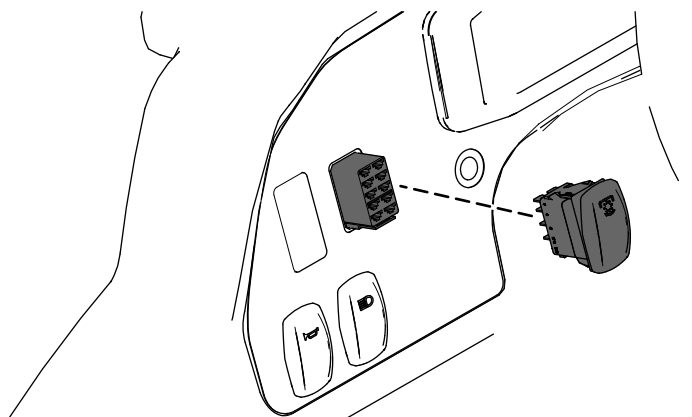

Рисунок 20
2. Найдите жгут провод с маркировкой **Высокопроизводительная гидравлика** (HIGH-FLOW HYDRAULIC) с разъемом обратной связи и подключите переключатель к разъему Рисунок 20.